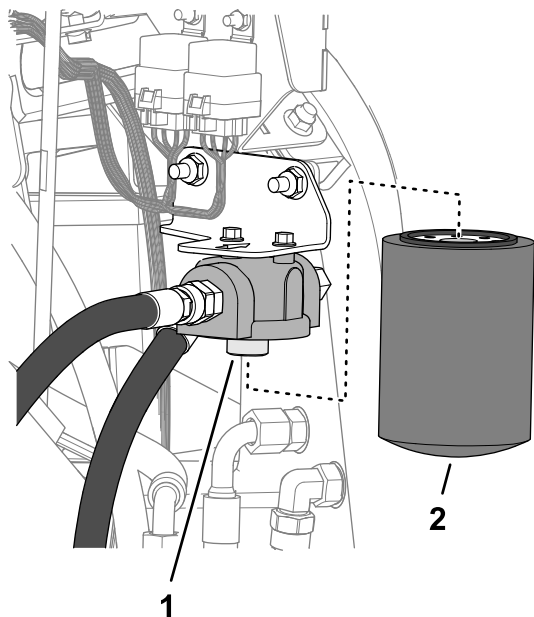

Figure 94
4. Déposez le filtre de la tête du filtre (Figure 94).